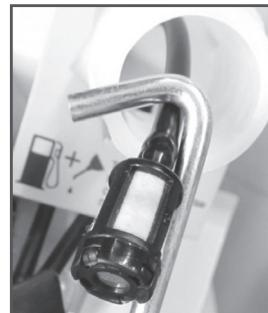

Рис. 12 Извлечение топливного фильтра
3. Зацепите крючком топливный шланг с фильтром и вытяните через заливную горловину (Рис. 12).